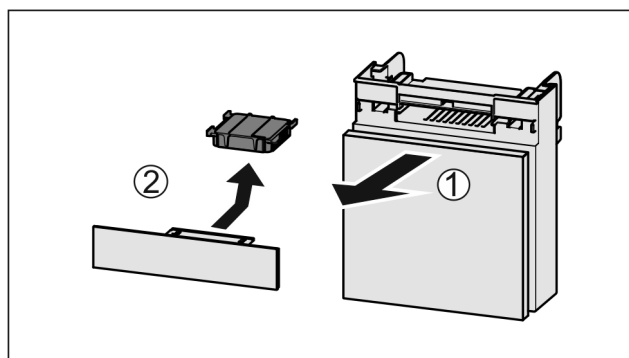

Fig. 123
- ▶ Wyciągnąć Fig. 123 (1) komorę do przodu.
- ▶ Wyjąć Fig. 123 (2) filtr z węglem aktywowanym.